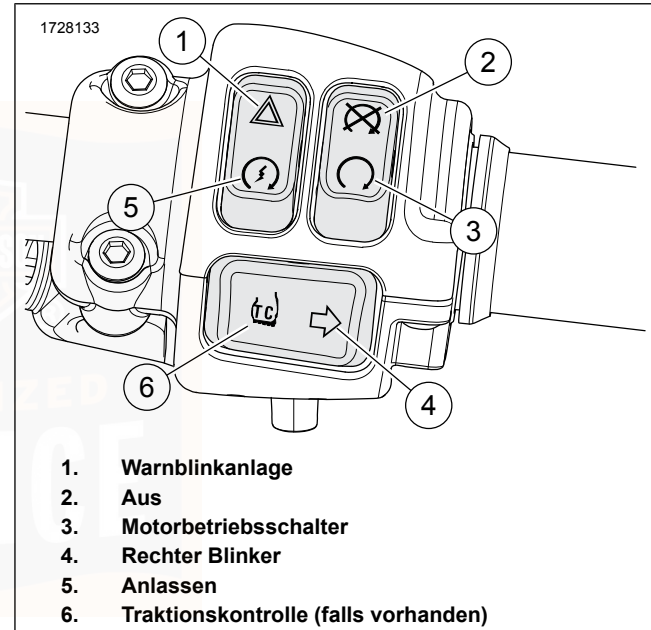

Abbildung 32. Rechte Regelungsschalter
Siehe Abbildung 32. Der Warnblinkerschalter (1) dient zur dauerhaften Aktivierung des Vierfach-Warnblinkers bei einem liegengelassenen Motorrad. Mithilfe der Warnlinker kann das Motorrad mit ausgeschalteter Zündung zurückgelassen werden, bis Hilfe geholt wird. Siehe Tabelle 35.
Siehe Abbildung 32. Der Anlasserschalter (5) befindet sich am rechten Lenker-Steuermodul. Siehe Tabelle 35.
1. Den Motorbetriebsschalter in die BETRIEB-Stellung bringen (3). Das Getriebe in den Leerlauf schalten. Die (grüne) Leerlauf-Kontrollleuchte leuchtet auf. Siehe Funktionsweise > Anlassen des Motors (Seite 109) .
2. Den Anlasser durch Drücken des Anlasserschalters (5) betätigen.
Siehe Abbildung 32. Den Motorbetriebsschalter in Stellung OFF (AUS) (2) drücken, um den Motor abzustellen. Siehe Tabelle 35.
Siehe Abbildung 32. Den Motorbetriebsschalter in Stellung RUN (BETRIEB) (3) drücken, damit der Motor angelassen und betrieben werden kann. Der Motorbetriebsschalter muss sich in der Stellung RUN (BETRIEB) befinden, damit der Motor angelassen und betrieben werden kann. Siehe Tabelle 35.
Siehe Abbildung 32. Den rechten Blinkerschalter (4) zur Aktivierung des rechten Blinkers betätigen. Siehe Tabelle 35.
Siehe Abbildung 32. Der Schalter für die Traktionskontrolle aktiviert und deaktiviert die Traktionskontrolle bei entsprechend ausgestatteten Fahrzeugen. Siehe Tabelle 35.